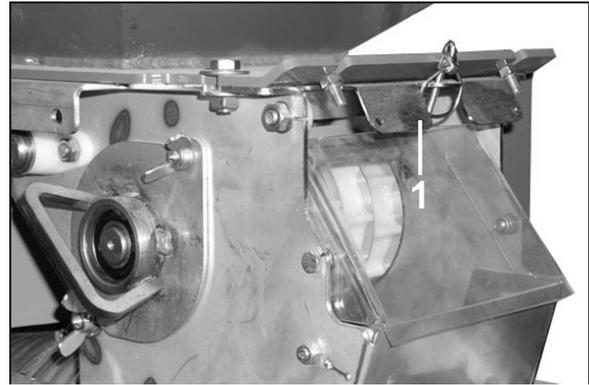

Fig. 106
2. Schieber (Fig. 106/1) schließen, wenn der Behälter nicht leer ist / nur Dosierer entleert wird (siehe Seite 107).